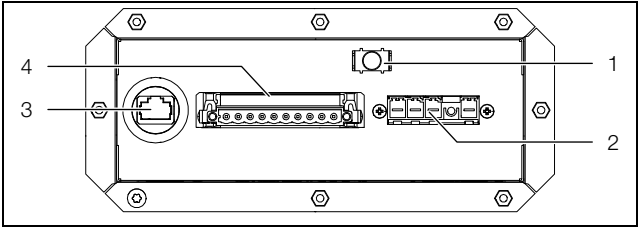

图 37：接线盒
- 电缆屏蔽层可在接线盒中通过接地端子接触壳体（图 37，序号 1）。